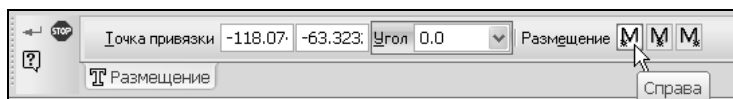

Рис. 1.106. Панель **Размещение** текста
2. В нижней части экрана возникнет панель **Размещение** (рис. 1.106), на которой необходимо установить параметры положения текста в эскизе: